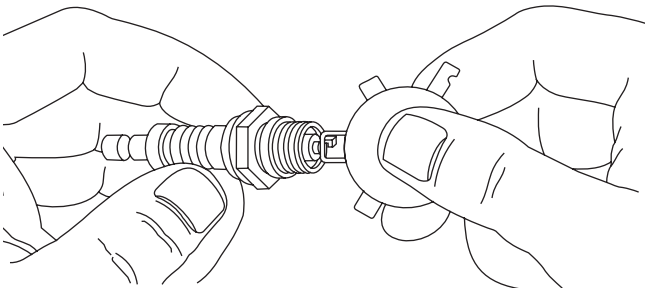

Figura 18 — Compruebe la separación del electrodo de la bujía
- Compruebe la separación del electrodo con un calibrador de alambre y ajuste el espacio de la bujía a la medida recomendada si fuera necesario (véase la Figura 18 y “Especificaciones”).